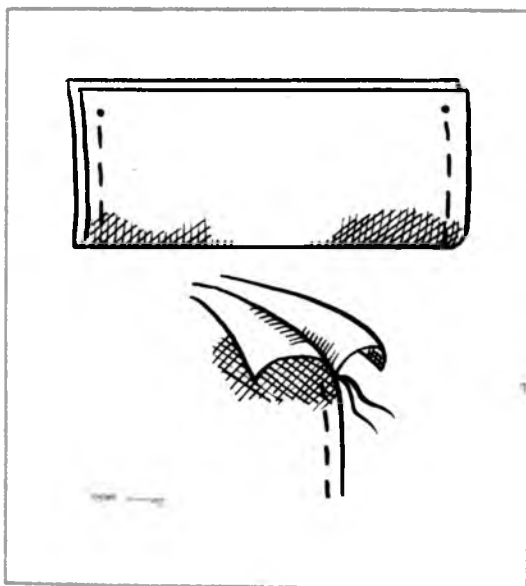

Рис. 70.
- сложите манжету по сгибу лицевой стороной внутрь и стачайте боковые стороны от линии контура манжеты до сгиба с машинными закрепками (рис. 70);